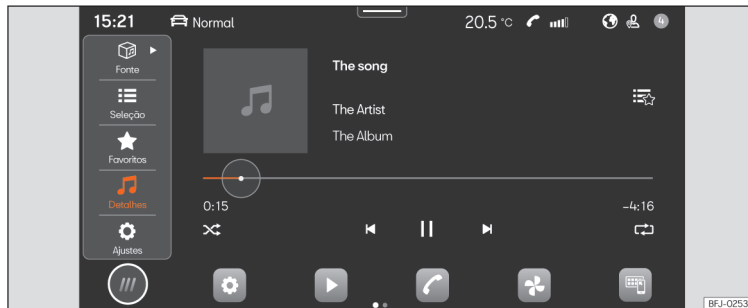

Fig. 139 Esquema: Vista Multimédia.
- Pressione **HOME** > ► >>> **Fig. 139**.